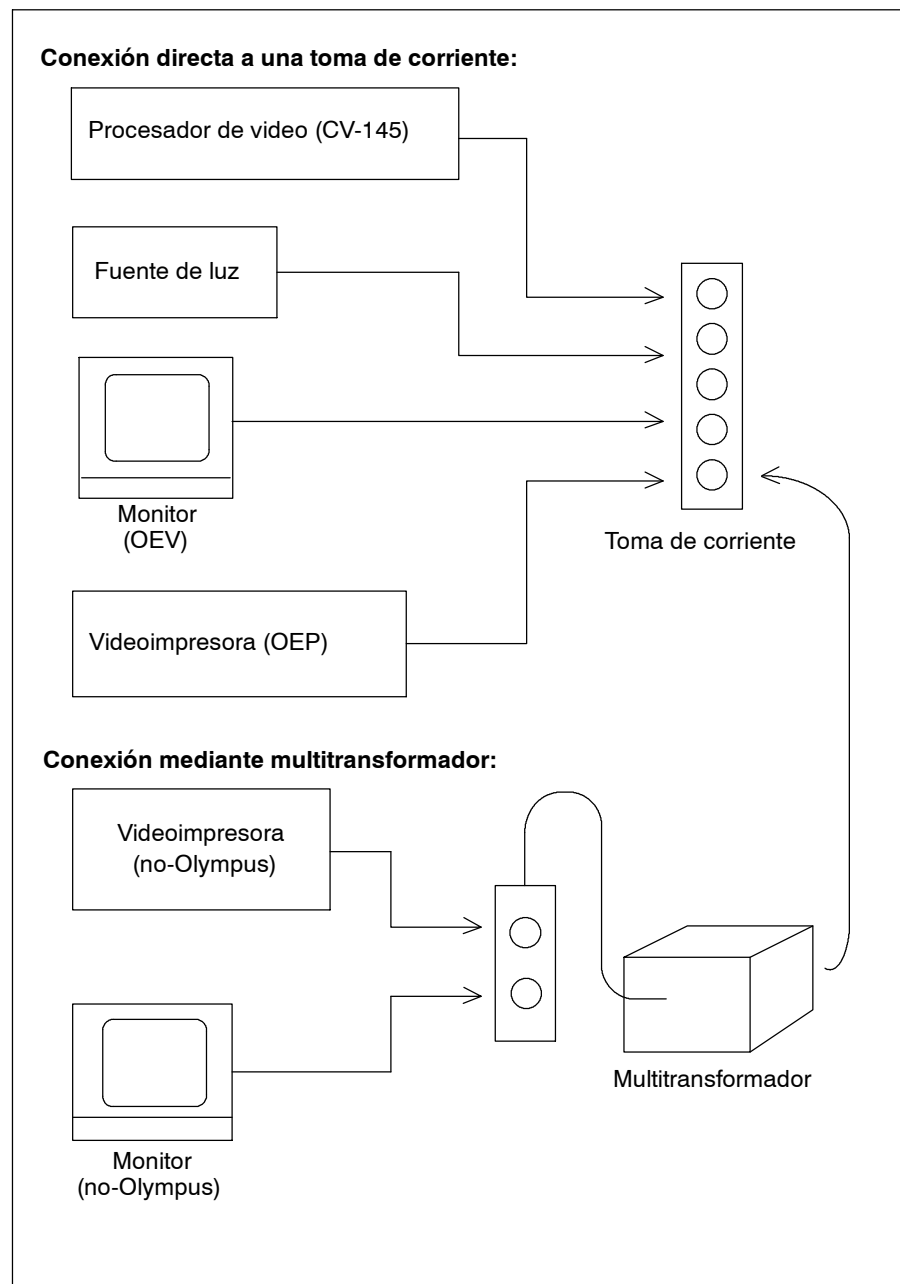

Figura 3.23
2. Los siguientes equipos se pueden enchufar directamente a una toma de corriente (ver figura 3.23).
3. Los siguientes equipos periféricos tienen que conectarse mediante el multitransformador (ver figura 3.23).